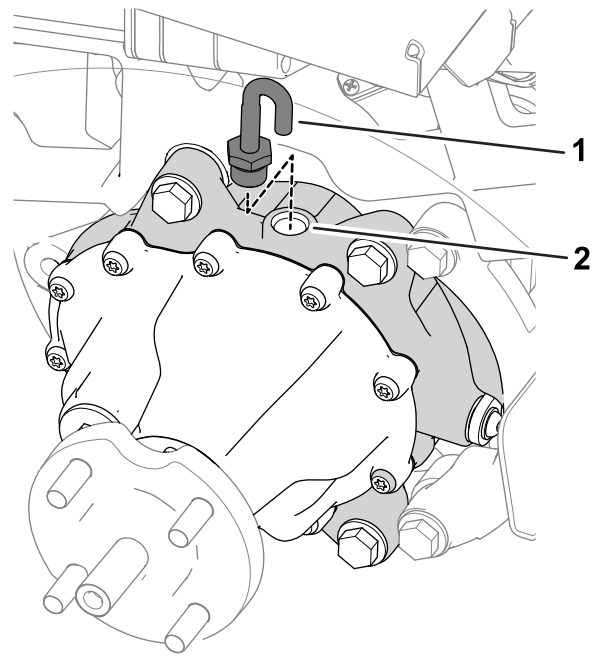

図 62
7. ギアボックス上部から換気ホースとフィッティングを外す 図 62。
9. 給油ポートに換気ホースとフィッティングを取り付ける 図 62。